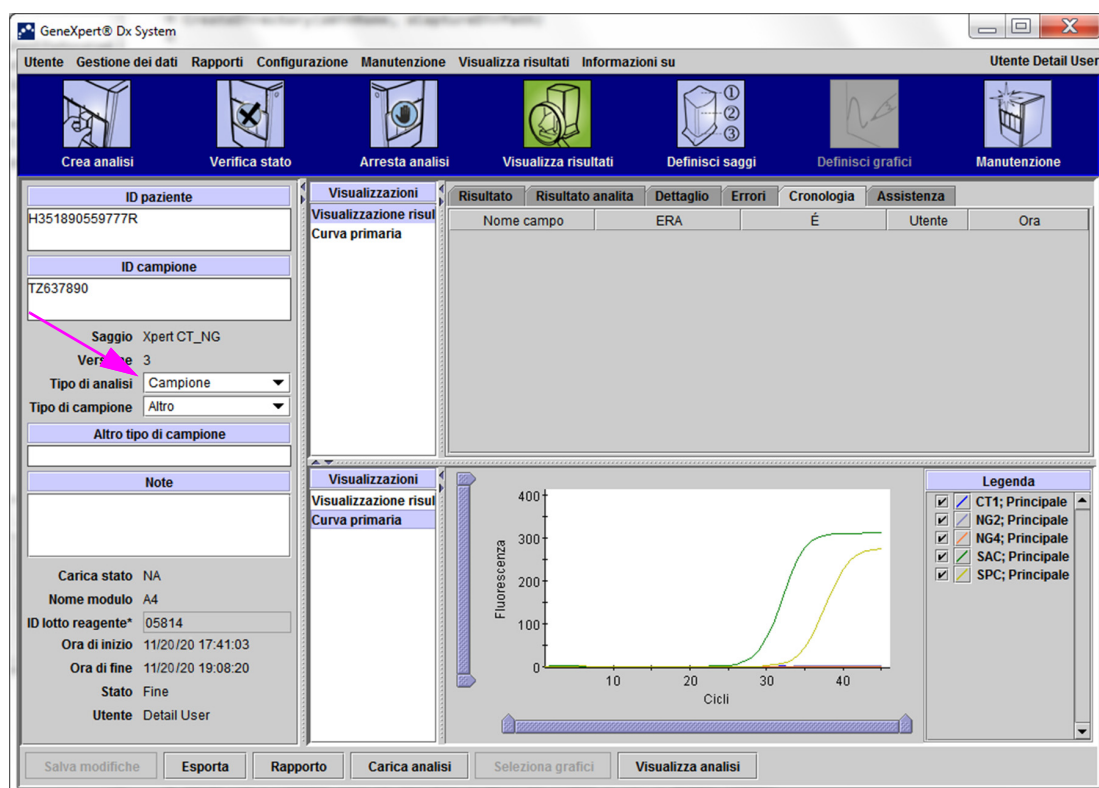
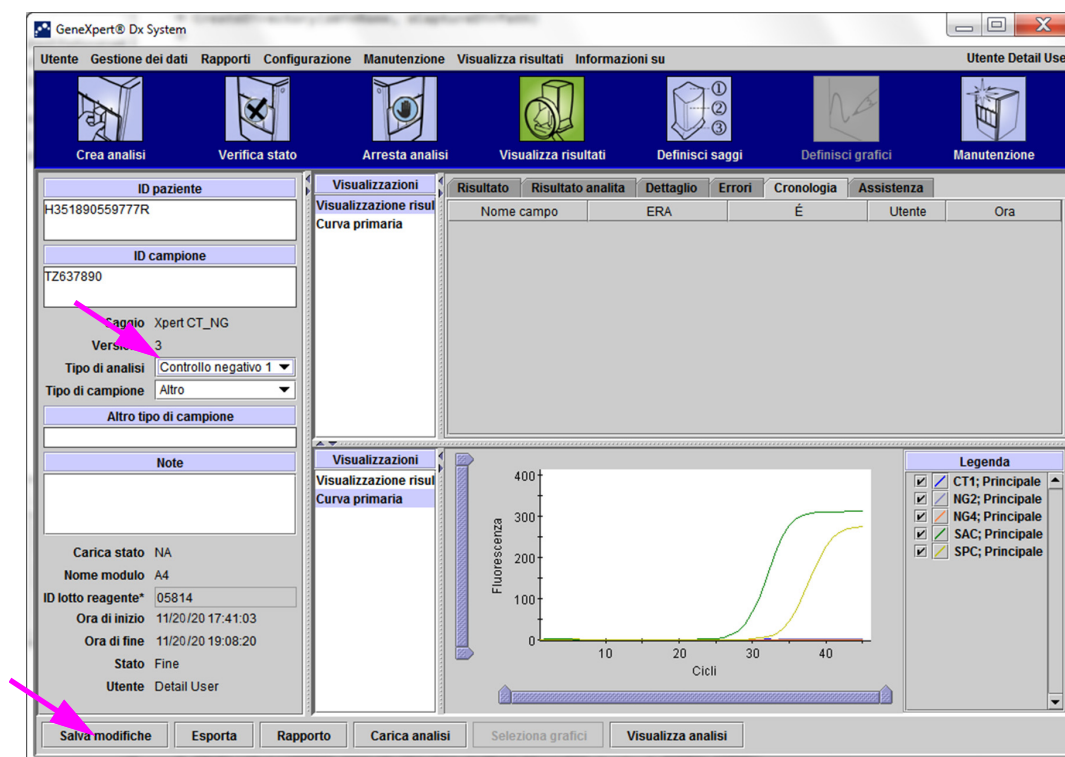

Figura 5-49. Finestra GeneXpert Dx—Visualizza risultati, scheda Cronologia selezionata
Figura 5-50. Finestra GeneXpert Dx—Visualizza risultati, Tipo di analisi modificato
3. Modificare il Tipo di analisi in Controllo negativo, come illustrato nella Figura 5-49.
4. Fare clic sul pulsante **Salva modifiche**, ubicato in fondo alla finestra Visualizza risultati (vedere la Figura 5-49). Verrà visualizzata la finestra di dialogo Salva analisi. Vedere la Figura 5-50.